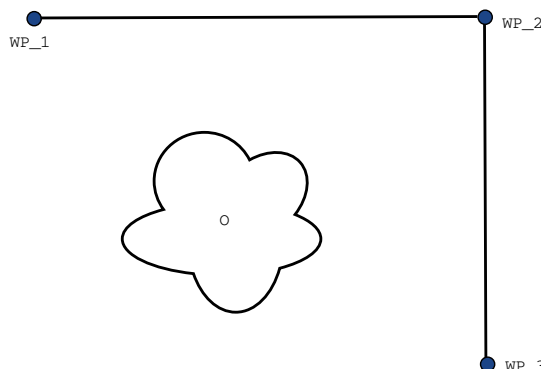

Figura 14.2: WP\_1: posição inicial WP\_2: ponto do trajeto, WP\_3: posição de pegar, O: obstáculo.
**Exemplo** Considere como exemplo uma aplicação de pegar e colocar (consulte a figura 14.2), em que o robô está atualmente no ponto de rota 1 (WP\_1) e precisa pegar um objeto no